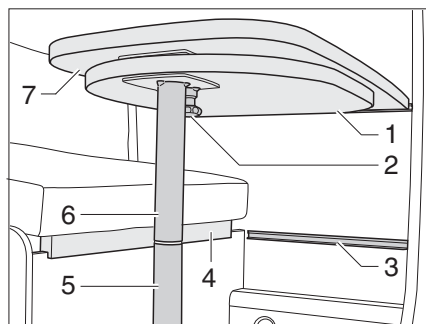

Bild 38 Hängetisch mit teilbarem Stützfuß
- Den Knopf (Bild 38,2) der Verriegelung nach unten ziehen und die Tischplattenverlängerung (Bild 38,1) herausschwenken.
- Die Tischplattenverlängerung (Bild 38,1) unter die Tischplatte (Bild 38,7) schwenken, bis die Verriegelung hörbar einrastet.
- Multiplexleiste (Bild 38,4) ggf. an der Sitztruhe aufsetzen.
- Die Tischplattenverlängerung (Bild 38,1) ausschwenken.
- Die Tischplatte (Bild 38,7) vorn ca. 45° anheben.
- Den unteren Teil des Stützfußes (Bild 38,5) nach unten herausziehen und beiseite legen.
- Die Tischplatte im 45°-Winkel mit den Haltern in die untere Halteleiste (Bild 38,3) einhängen und mit dem oberen Teil des Stützfußes (Bild 38,6) auf dem Boden abstellen.
- Die Tischplatte (Bild 38,6) vorn ca. 45° anheben.